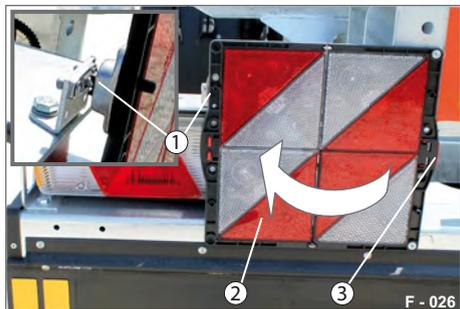

Abb. 45 Park-Warntafel, Kunststoff
- ▶ Drücken Sie die Drucksicherung (Abb. 45/3) ein.
- ▶ Klappen Sie die Teilhälfte (Abb. 45/2) der Warntafel auf.
- ▶ Drücken Sie die Teilhälfte in die Haltesicherung (Abb. 45/1) ein.
- ▶ Ziehen Sie die aufgeklappte Teilhälfte (Abb. 45/2) der Warntafel aus der Haltesicherung.
- ▶ Klappen Sie diese komplett zu. Die Drucksicherung (Abb. 45/3) rastet automatisch in der Verriegelung ein.